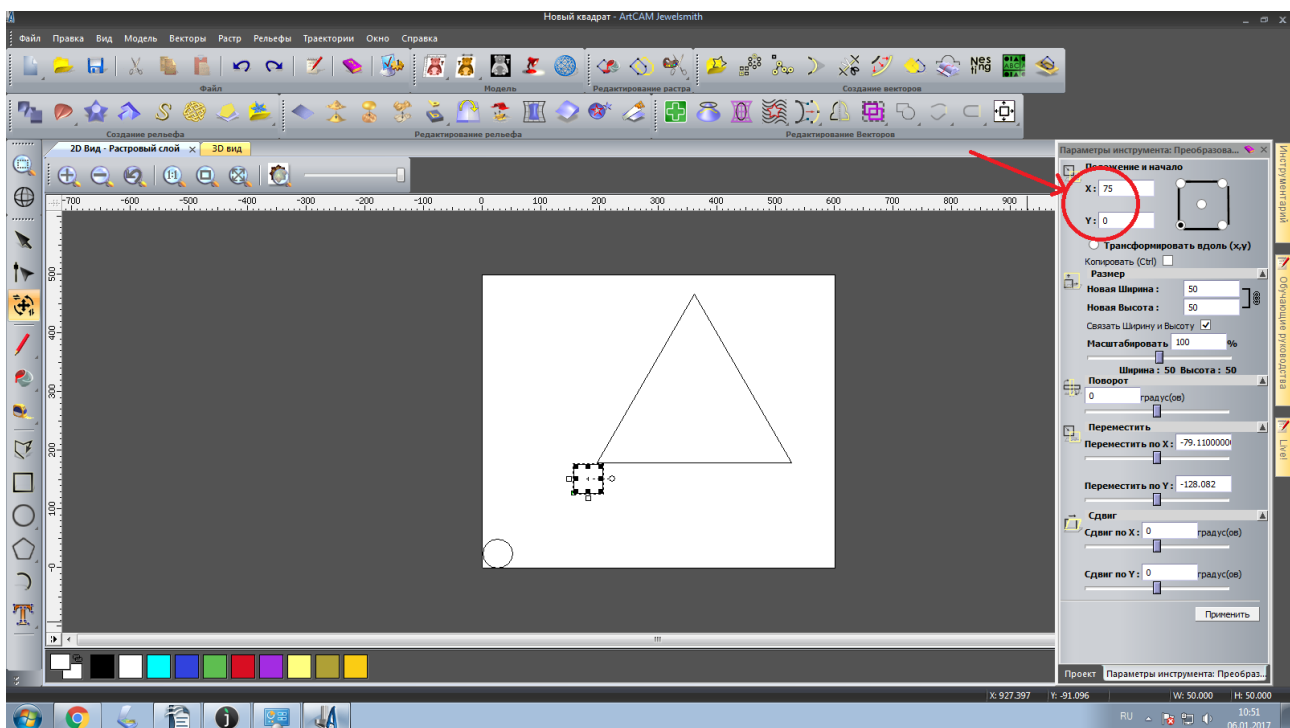

Рисунок 23. Координаты положения квадрата
24. Измените положение квадрата. На панели «Параметры инструментов» укажите координаты по оси «X»-75, а по оси «Y»-0, рисунок 23